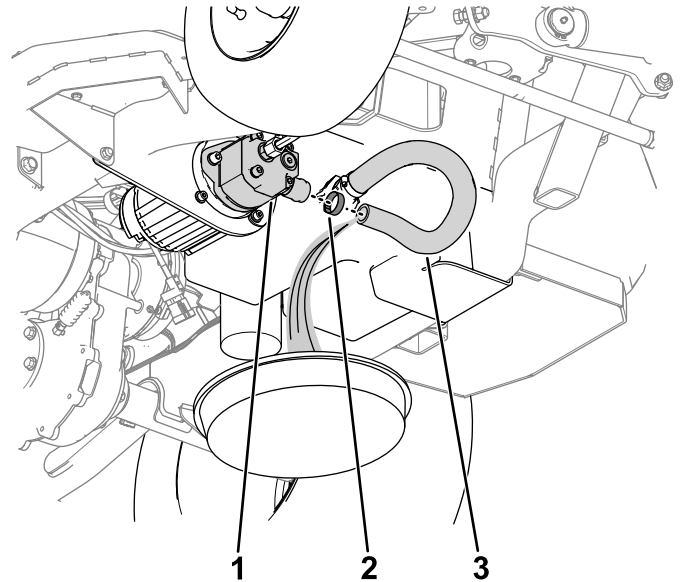

Bild 61
- A. Nehmen Sie den Schlauch und die Schlauchklemme von der Pumpe ab (Bild 61).
- B. Lassen Sie das Hydrauliköl aus dem Schlauch in die Auffangwanne ablaufen (Bild 61).